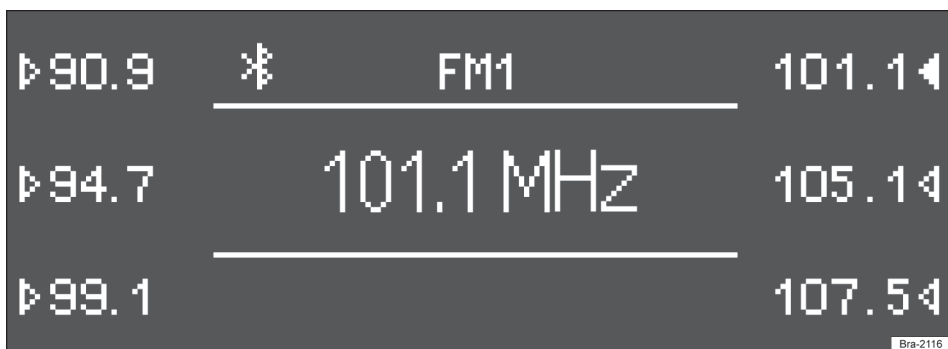

Fig. 157 Estações salvas nos botões de estação do nível de memória FM1.
- A estação atualmente ajustada (na → Fig. 157: 101.1 MHz) é, então, salva neste botão de estação.